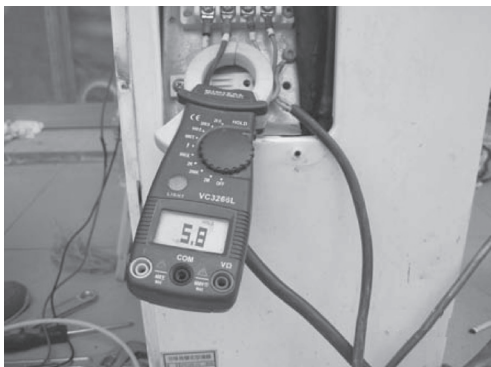

图 5-67 运行电流 5.8A
3) 用万用表电流挡测量运行电流为 5.8A, 如图 5-67 所示, 远大于额定值。